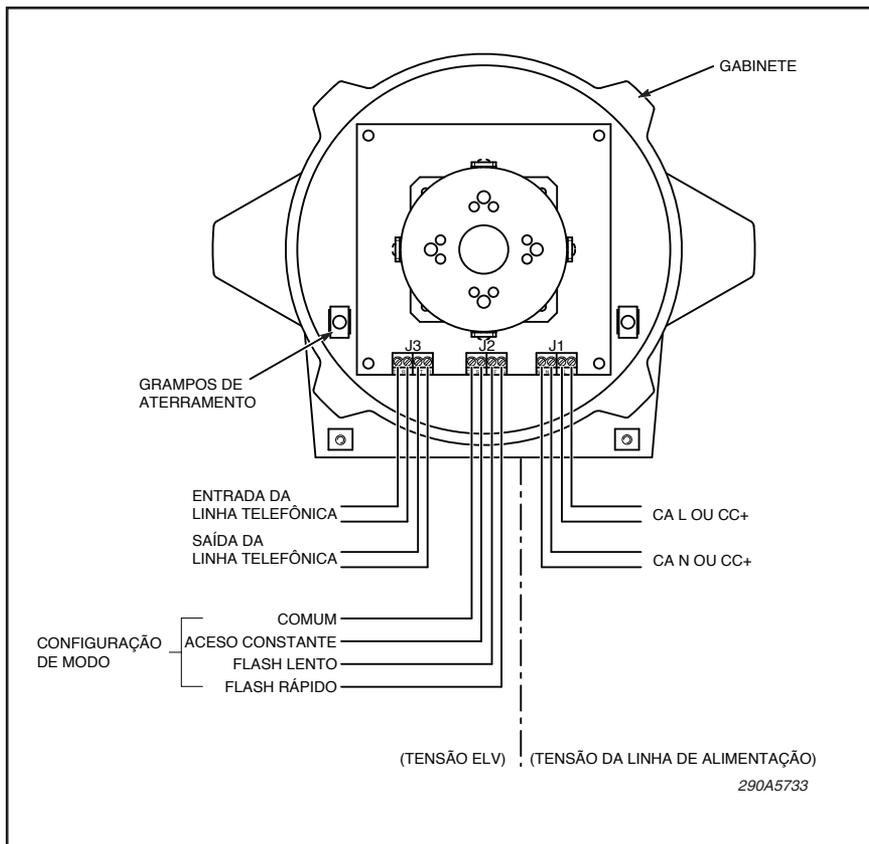

Figura 1.
e. Uma série de blocos de terminais de quatro polos é fornecida para a fiação. Veja na Figura 1 um diagrama da fiação. Estes terminais suportam as seguintes variações de fios: 24 a 12 AWG (0,25 a 4 mm²). O torque de aperto no terminal é de 0,5 Nm. A alimentação de energia através dos terminais de J1 suporta 300V, 10 ampères no máximo. Consulte a seção D para fiação específica de modo de operação.
a. Conecte a fiação elétrica ao bloco de terminais J1 como indicado na Figura 1 (Ex d) ou 2 (Ex de). A fonte de alimentação não deve ser ligada, já que os contatos são usados para ativar a luz.
a. Conecte a fiação elétrica ao bloco de terminais J1 como indicado na Figura 1 (Ex d) ou 2 (Ex de).
b. Conecte a fiação da linha telefônica ao bloco de terminais J3 como indicado na Figura 1 (Ex d) ou 2 (Ex de).